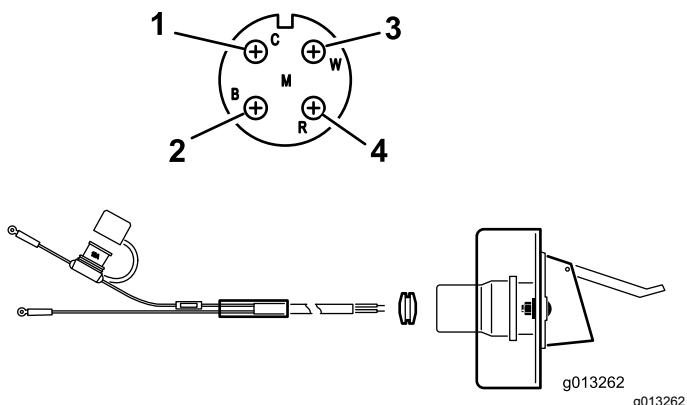

Figura 9
2. Encaminhe e prenda a cablagem elétrica da bateria ao suporte da ficha elétrica (Figura 9).
3. Encaminhe cablagem através do suporte da tomada e instale o olhal de borracha preta sobre a cablagem (Figura 9).